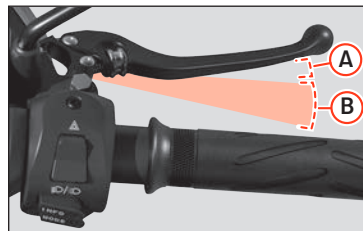

Fig. 19 Leva del freno
- Il primo tratto della corsa della leva del freno anteriore (a destra), »» Fig. 19 A, attiva il freno rigenerativo. Questo sistema frena elettronicamente la ruota posteriore e rigenera energia per la batteria.
- Se si continua a premere la leva del freno, »» Fig. 19 B si attiva anche il freno meccanico della ruota anteriore. Maggiore è la pressione, più potente sarà la frenata meccanica.